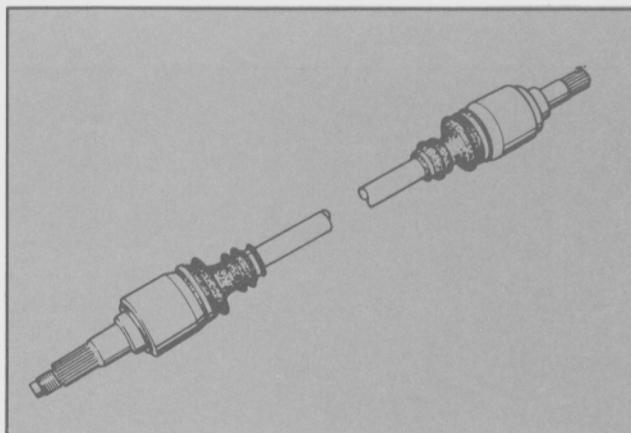

Fig. 12 - Semiejes.
- Colocar el extremo de los semiejes en el eje trasero (Fig. 12).